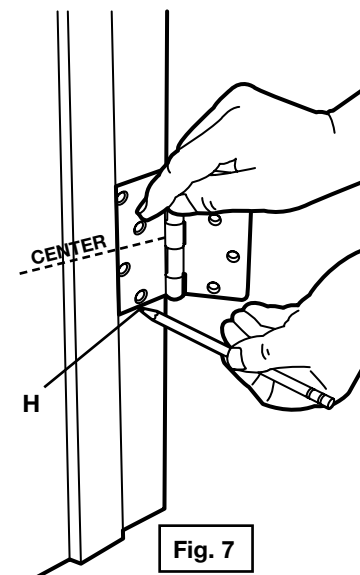

Fig. 7
For bottom hinge, measure up from floor to bottom edge of desired hinge location and make a mark (H) Fig. 7. From this mark, measure up one-half of hinge length and mark center as shown.
Pour la charnière inférieure, mesurer à partir du seuil jusqu'au bord inférieur de l'échancrure souhaitée pour la charnière et inscrire un repère (H), Fig. 7. À partir de ce repère, mesurer, en montant, la moitié de la longueur de la charnière et inscrire un repère pour le centre de la charnière comme indiqué.
Para la bisagra inferior, mida desde el piso hasta el borde inferior de la ubicación deseada para la bisagra y haga una marca (H) Fig. 7. Desde esta marca, mida la mitad del largo de la bisagra y marque el centro como se muestra.